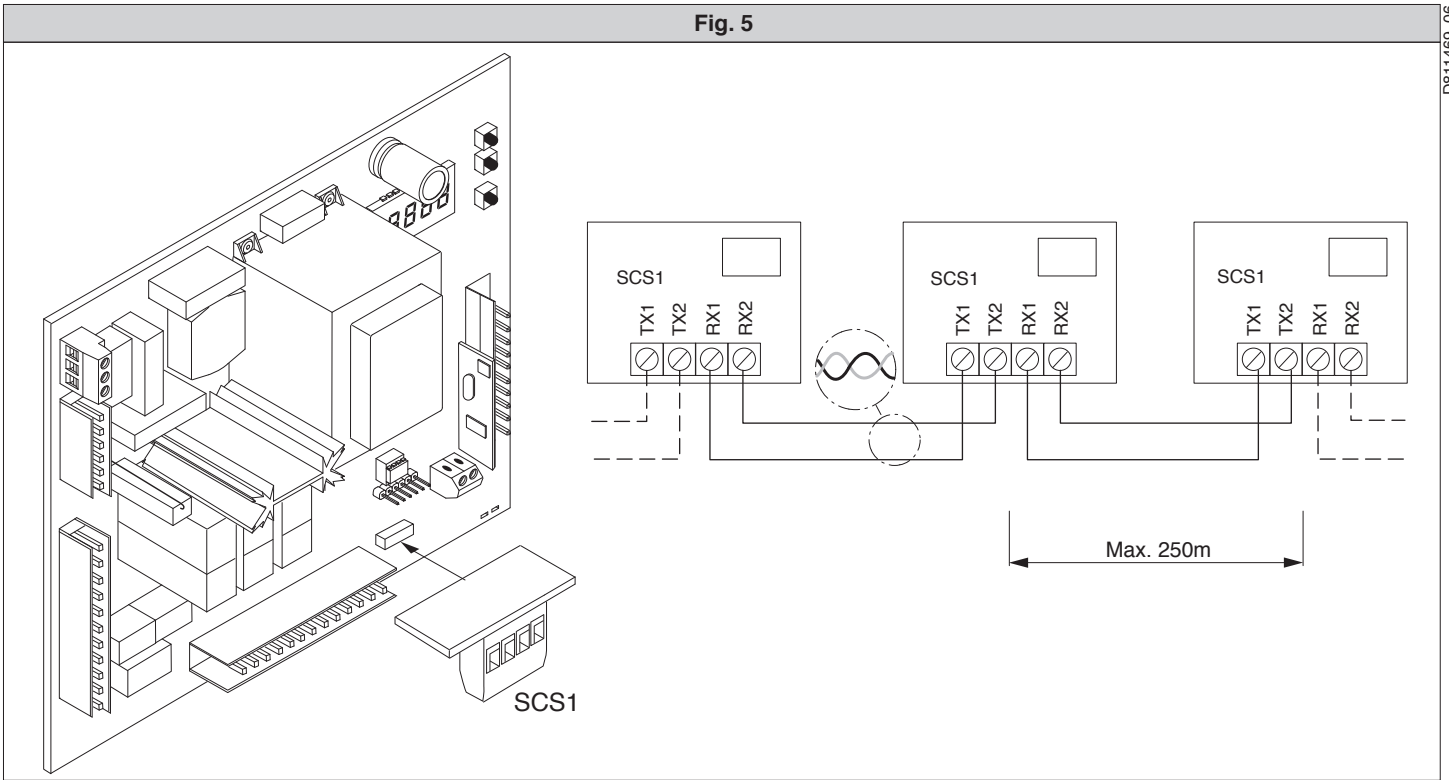

Fig. 6
11.1) Ante scorrevoli contrapposte (Fig.6)